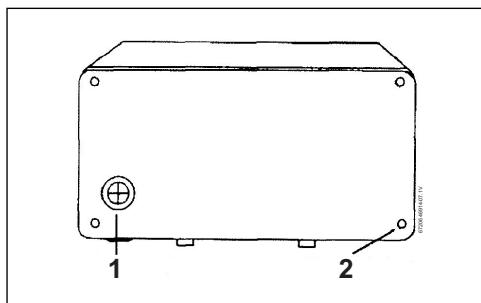

Fig. 10 Parte posterior de la unidad
- ▶ Sívala por la parte posterior de la cubierta de la unidad, corte a través del ojal de la placa trasera con un cuchillo afilado. Asegúrese de no retirar la arandela de la placa posterior (Fig. 10):